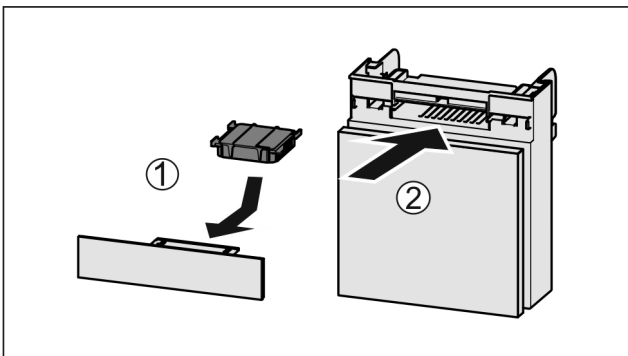

Fig. 82
- ▶ Установите фильтр с активированным углем, как показано на рисунке Fig. 82 (1).
- ▶ Вставьте отделение Fig. 82 (2).